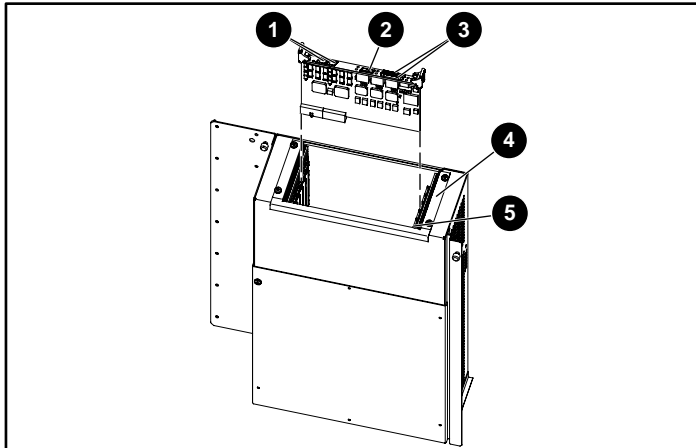

図11: NSRをインストールする
- ① ロック用ボタン
- ② イジェクタ ラッチ
6. ライブラリの背面に向かってSCSIポートが左側に来るようにルータ ボードを持ち、拡張ケージの位置を確認して、1枚目のルータ ボードを拡張ケージの-slot Dにスライドさせて挿入します（図11を参照）。